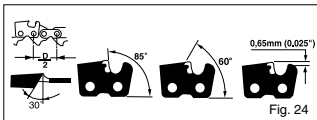
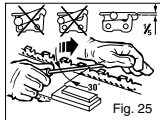

Fig. 24
Fig. 25
-3/8" Lav Profil X .050". Slibning af kæden: Lyden af kæden (fig. 24) er.
Slib kæden med en rund fil 3/16 fil (4,8mm). Slib altid tænderne med en udad bevægelse (fig. 25) med opmærksomhed på de i fig. 24 givne værdier.